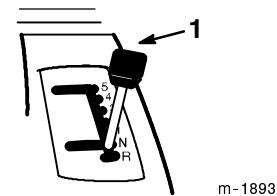

Bild 6
3. Stellen Sie den Schalthebel auf Neutral "N" (Bild 6).